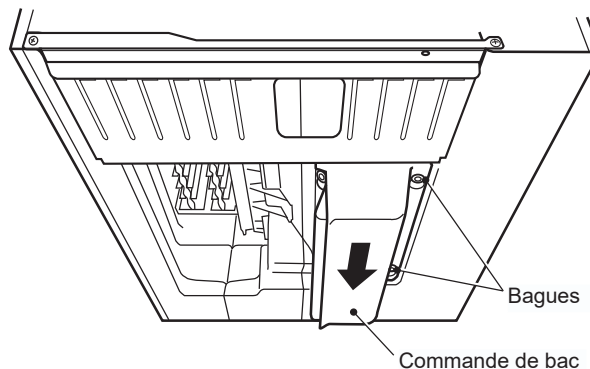

Fig. 6
7) Tout en tirant le fil de la commande du bac vers le haut, fixer la commande du bac sur la paroi intérieure, du côté droit. Soulever ensuite la commande du bac contre la partie inférieure de l'appareil et la faire glisser vers l'arrière jusqu'à ce qu'un déclic confirme sa mise en place. Les trous à rainures situés du côté droit de la commande du bac doivent être placés sur les bagues, au niveau de la partie inférieure de l'appareil. Voir fig. 6.